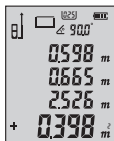

图2
2. 短按 **+** 键，进入累加模式，再测量第二个面积，得到结果如下图2